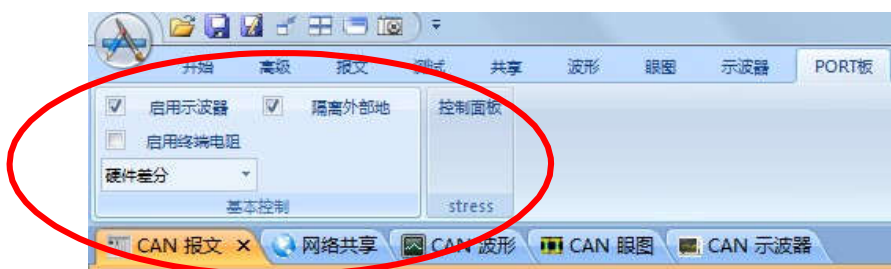

图 3.4 硬件差分
6. 一般使用默认的数学差分的方法测量即可，如果**被测设备干扰特别严重，必须使用硬件差分+隔离外部地+电池供电，以隔离干扰。防止仪器损坏。**如图 3.4 所示。